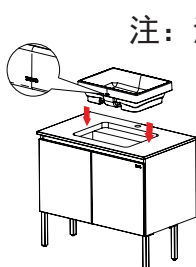

图10
- 2)如图10所示, 调整左右位置至均匀, 将洗脸盆固定在台面上。